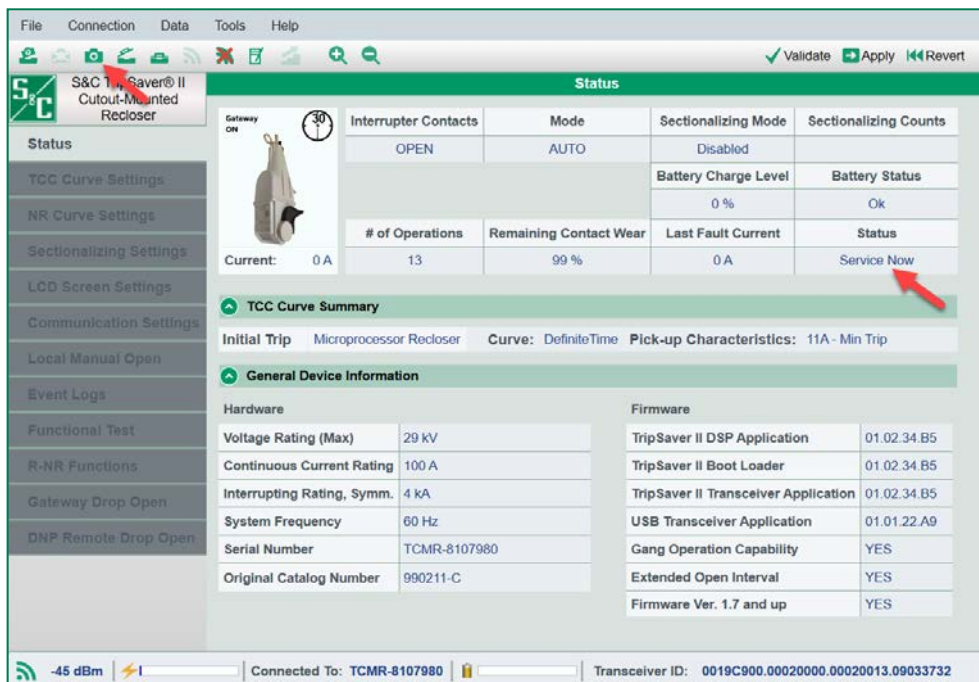

Figura 155. Tela Status mostrando o status de Manutenção Imediata e a localização do ícone Save Snapshot.
- PASSO 2.** Pela tela *Status*, verifique se o religador TripSaver II está no estado de **Manutenção Imediata**. Em seguida confira o campo **Remaining Contact Wear**. Se a vida útil dos contatos tiver atingido 0%, o Religador Montado em Chave Fusível TripSaver II deve ser retirado de serviço. Se a vida útil dos contatos for maior que 0%, continue pelo Passo 3. Ver Figura 155 na página 113.
- PASSO 3.** Crie um arquivo snapshot clicando no ícone **Save Snapshot**. Ver Figura 155 na página 113. Entre em contato com o Centro Global de Monitoração e Suporte da S&C pelo número 1-888-762-1100 (atendimento em inglês). No Brasil, ligue para (41) 3382-6481, em horário comercial. O suporte técnico irá solicitar o envio do arquivo snapshot via email.